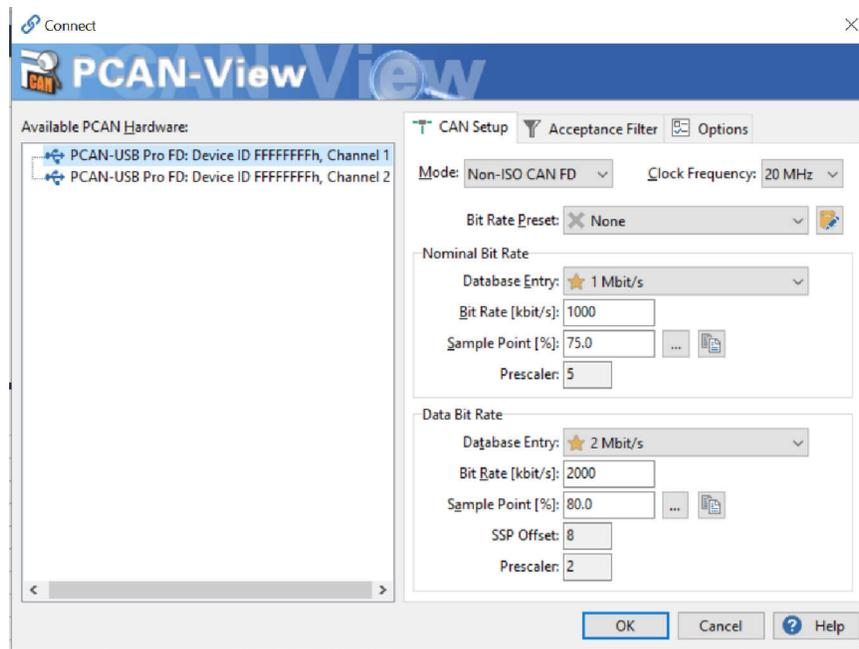

図 3-10. TIDA-020076 ソフトウェア テスト設定: PCAN ビュー
PCAN ビューについては、図 3-10 と以下のリストを参照してください。
2. チャンネル 1 を選択し、図 3-10 のようにデフォルト設定を維持します